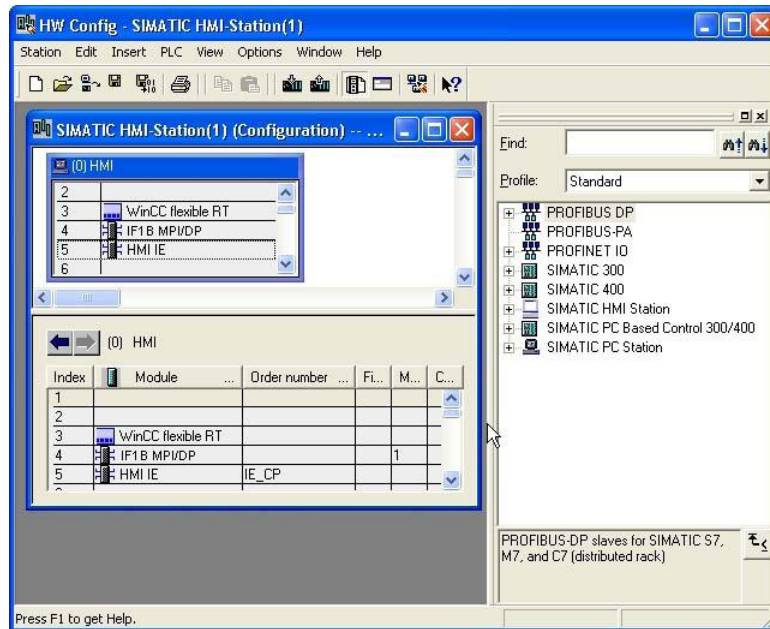

图13 HMI 站硬件组态画面
5. 双击“组态” (Configuration)。结果：HW Config 随即打开，如图13所示。